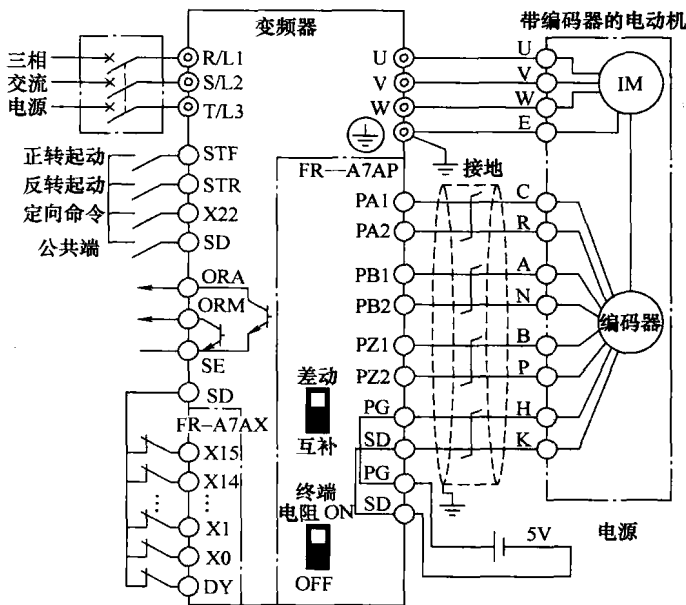

图 6-8 A7AP 定向控制接线图
(1) 定向控制 FR—A7AP 定向控制是用于将电动机转轴停在指定角度位置的控制方式, 其接线如图 6-8 所示。